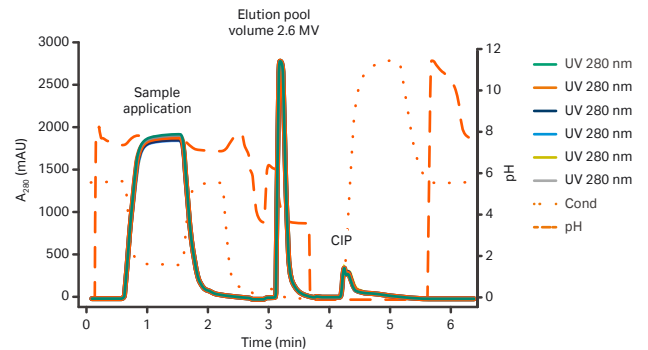
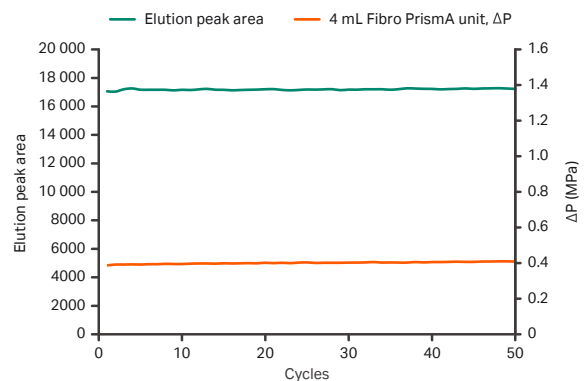

图 3. 4 mL Fibro Prisma 单元纯化含 3.8mg/mL mAb 的细胞培养液的蛋白 A 结合洗脱曲线: UV280 nm 曲线每 10 个循环叠加一次, 时间 6.3 分钟, 流速 8 MV (CIP 4 MV)。
图 4. 各循环间最大柱压差 (ΔP) 和洗脱峰面积性能的趋势曲线。
一个可放大的 4 mL Fibro 单元固定蛋白 A “Prisma” 配基, 可以在几分钟内运行一个完整的层析循环, 仅消耗少于 3 倍基质体积 (MV) 的浓缩洗脱液 (图 3)。通过在 ÄKTA™ pure 150 系统上使用 4 mL Fibro Prisma 单元运行 50 个循环, 证明了循环间的一致性 (回收率 >95%) (图 4)。洗脱峰在循环间具有一致性, 且压力稳定。